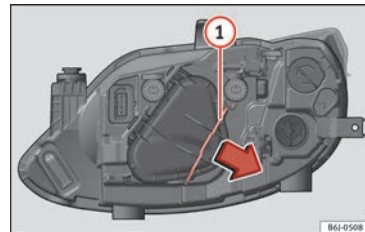

Fig. 91 Faro simple.
- Desplace el tirante » **fig. 91** **1** en el sentido de la flecha y saque la tapa.